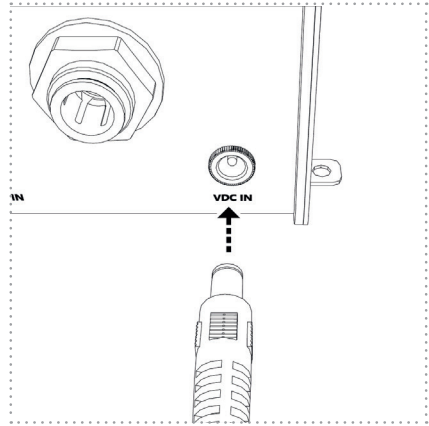

Figure 21
6. Enfichez maintenant la fiche du câble de raccordement (alimentation électrique) dans la prise prévue à cet effet sur l'unité UV (figure 21).